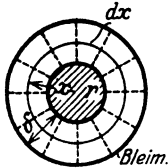

Abb. 72. Kapazität eines Einleiterkabels.
2. Einleiterkabel. Es sei Q die Elektrizitätsmenge auf der Oberfläche des Innenleiters von l cm Länge (senkrecht zur Papierebene Abb. 72), so verteilt sich diese gleichmäßig über die Oberfläche des zylindrischen Leiters und die Feldlinien sind Radien, die ihren Anfang auf der Leiteroberfläche und ihr Ende auf dem Bleimantel haben. Die Oberfläche eines Zylinders mit dem Radius x ist $F = 2\pi xl$, somit die Feldliniendichte auf dieser Oberfläche